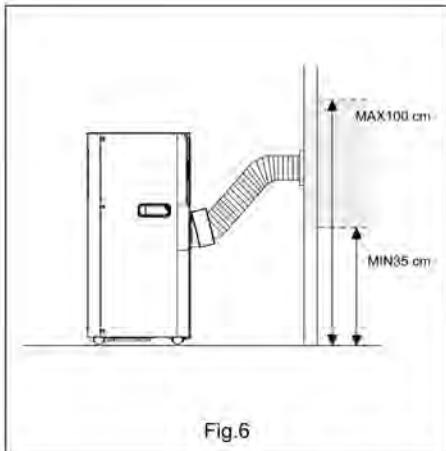

Fig.6
- Stecken Sie das andere Ende der Schlauchleitung in die zuvor an der Wand montierte Halterung (siehe Abb. 6)